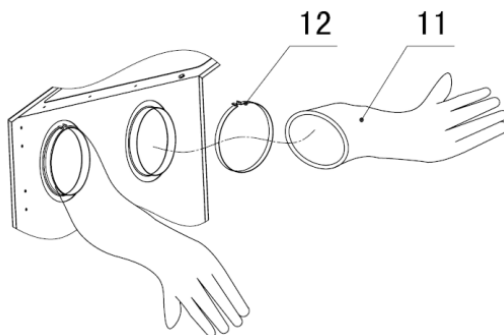

Рис. 1
3.2.1. Закрепите перчатки (11) с помощью держателя для перчаток (12) на передней панели, как показано на Рис. 1.